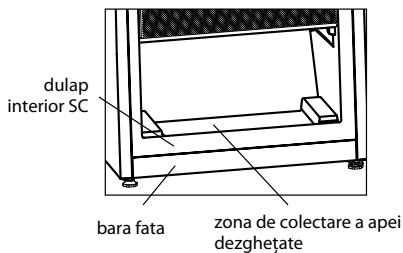

Figura 10
**3.4.1** La dezghețarea SC, apa topită trebuie îndepărtată din zona de colectare în conformitate cu figura 10 cu un material care absorbă bine umiditatea, pe măsură ce stratul de brumă se dezgheață, apoi se spală compartimentul și se usucă.